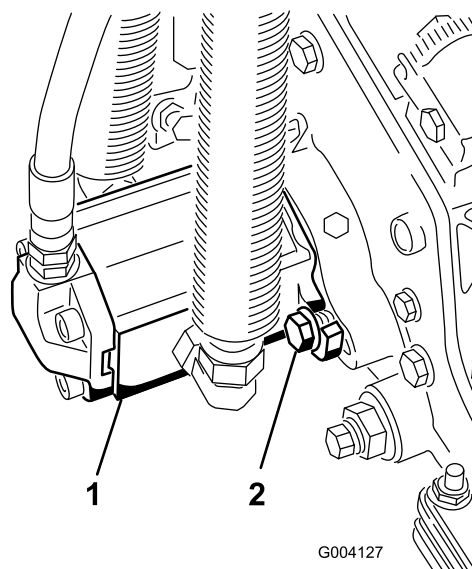

Figura 15
16. Instale el motor girándolo en el sentido de las agujas del reloj de modo que las bridas del motor no choquen con los pernos (Figura 15). Gire el motor en el sentido contrario a las agujas del reloj hasta que las bridas rodeen los pernos, luego apriete los pernos.